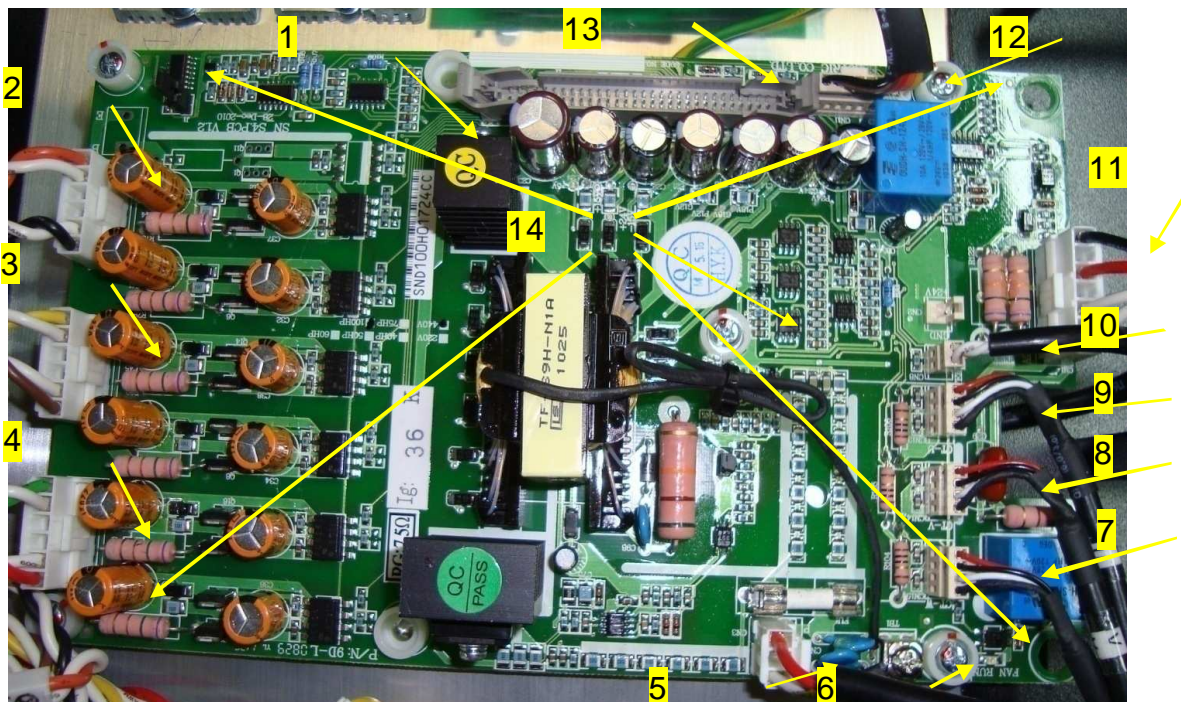

Рис. 7.6
7.8.1. Установить плату драйверов 1 на ее посадочное место и закрепить пятью винтами 14 (рис. 7.6).